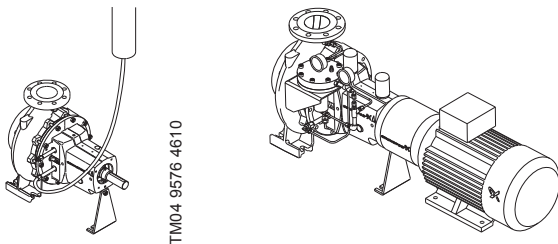
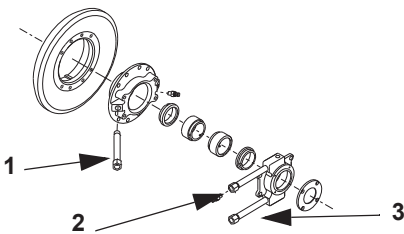

Рис. 24 Примеры расположения системы промывки двойных торцевых уплотнений при установке вглухую
Рис. 25 Трубные соединения
Запорная жидкость должна поступать в трубное соединение 2, как на рис. 24. Трубные соединения 1 и 3 должны быть заглушены. См. рис. 25.
4. Установить пробку (М) в отверстие для выпуска воздуха. Заливочную воронку можно устанавливать как в отверстие для выпуска воздуха, так и в соответствующее отверстие во всасывающем трубопроводе. См. рис. 25. Рекомендуется установить устройство автоматической заливки насоса, а также предусмотреть устройство защиты от сухого хода.